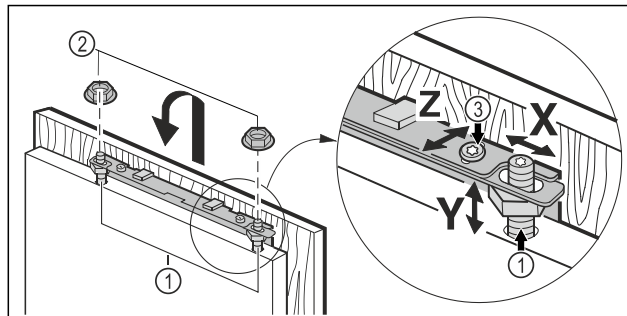

Fig. 46
- ▶ Zakvačite vrata namještaja za svornjake za namještanje Fig. 46 (1) i labavo navrnite protumatice Fig. 46 (2) na svornjake za namještanje.
- ▶ Poravnajte vrata namještaja u visinu Y i prema bočnom nagibu: Namjestite svornjake za namještanje Fig. 46 (1) s pomoću odvijača.
- ▶ Pritegnite protumaticu Fig. 46 (3).